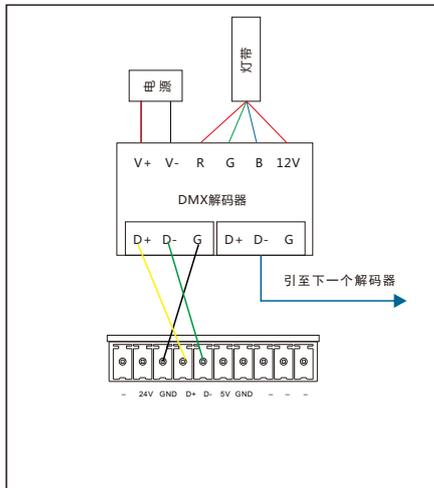

图7. DMX512智能模块接线
产品接线，见图7-图8
- DMX512接口：24V、5V为输出电压，（见图7）